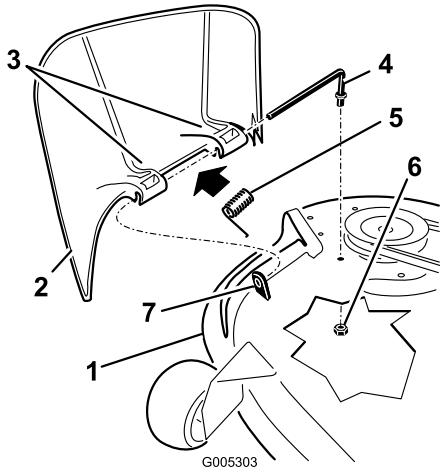

Figure 48
1. Repérez les éléments illustrés dans la Figure 48.
2. Retirez l'écrou (3/8 pouce [9,5 mm]) de la tige, sous le plateau de coupe (Figure 48).
3. Sortez la tige de la courte cheville de positionnement, du ressort et du déflecteur d'herbe (Figure 48). Enlevez le déflecteur s'il est endommagé ou usé.
4. Remettez en place le déflecteur d'herbe (Figure 48).
6. Placez le ressort sur la tige, les fils d'extrémité dirigés vers le bas, entre les supports du déflecteur d'herbe. Insérez la tige dans le deuxième support du déflecteur d'herbe (Figure 48).
7. Insérez la tige à l'avant du déflecteur dans la courte cheville de positionnement sur le plateau. Fixez l'extrémité arrière de la tige dans le plateau de coupe à l'aide d'un écrou (3/8 pouce [9,5 mm]) (Figure 48).